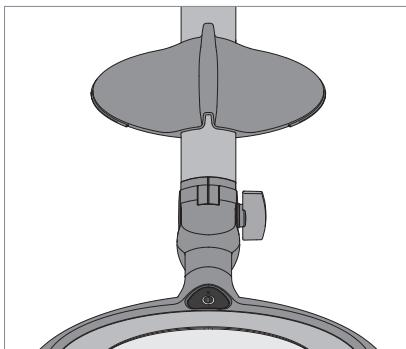

Fig. 4: Loepafdekking parkeren.
- ▶ Klem de loepafdekking aan de stangen van de lamp, zie Fig. 4.